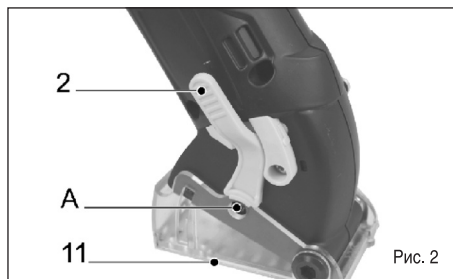

Рис. 2
- Не снимая защитного кожуха, вставьте шестигранный ключ в вал полотна пилы, чтобы его зафиксировать (рис. 2). Вставьте второй шестигранный ключ с другой стороны в крепежный винт полотна пилы, и вывинтите его по часовой стрелке (рис. 3). Затем снимите резиновый кожух.